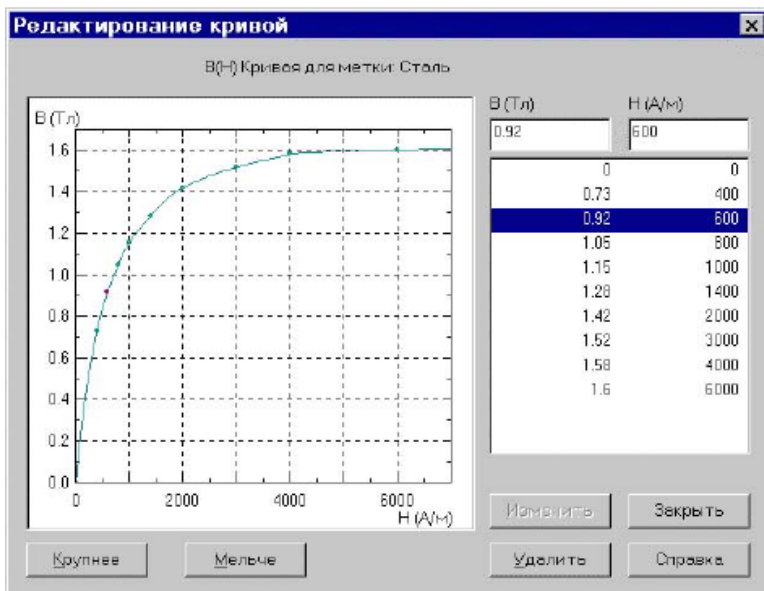

Рис. 12. Окно задания свойств нелинейных материалов
2. Отметьте флаг «Нелинейный материал». Тем самым вы откроете окно работы с кривыми намагничивания (рис. 12).